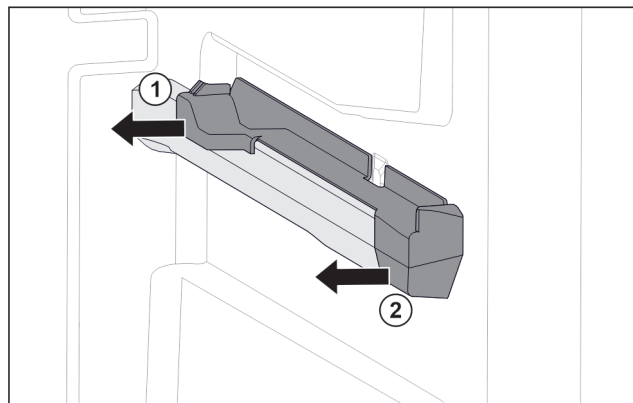

Fig. 84 Вставна частина на правому ребрі для резервуару
- ▶ Відсунути вставну частину назад вбік. Fig. 84 (1)
- ▶ Відсунути вставну частину вперед вбік. Fig. 84 (2)